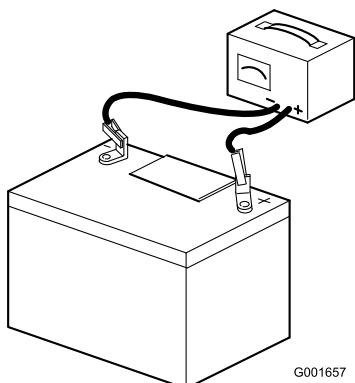

図 6
7. 充電器に接続し、充電電流を 34A にセットする 図 6。34A で 48 時間充電する。